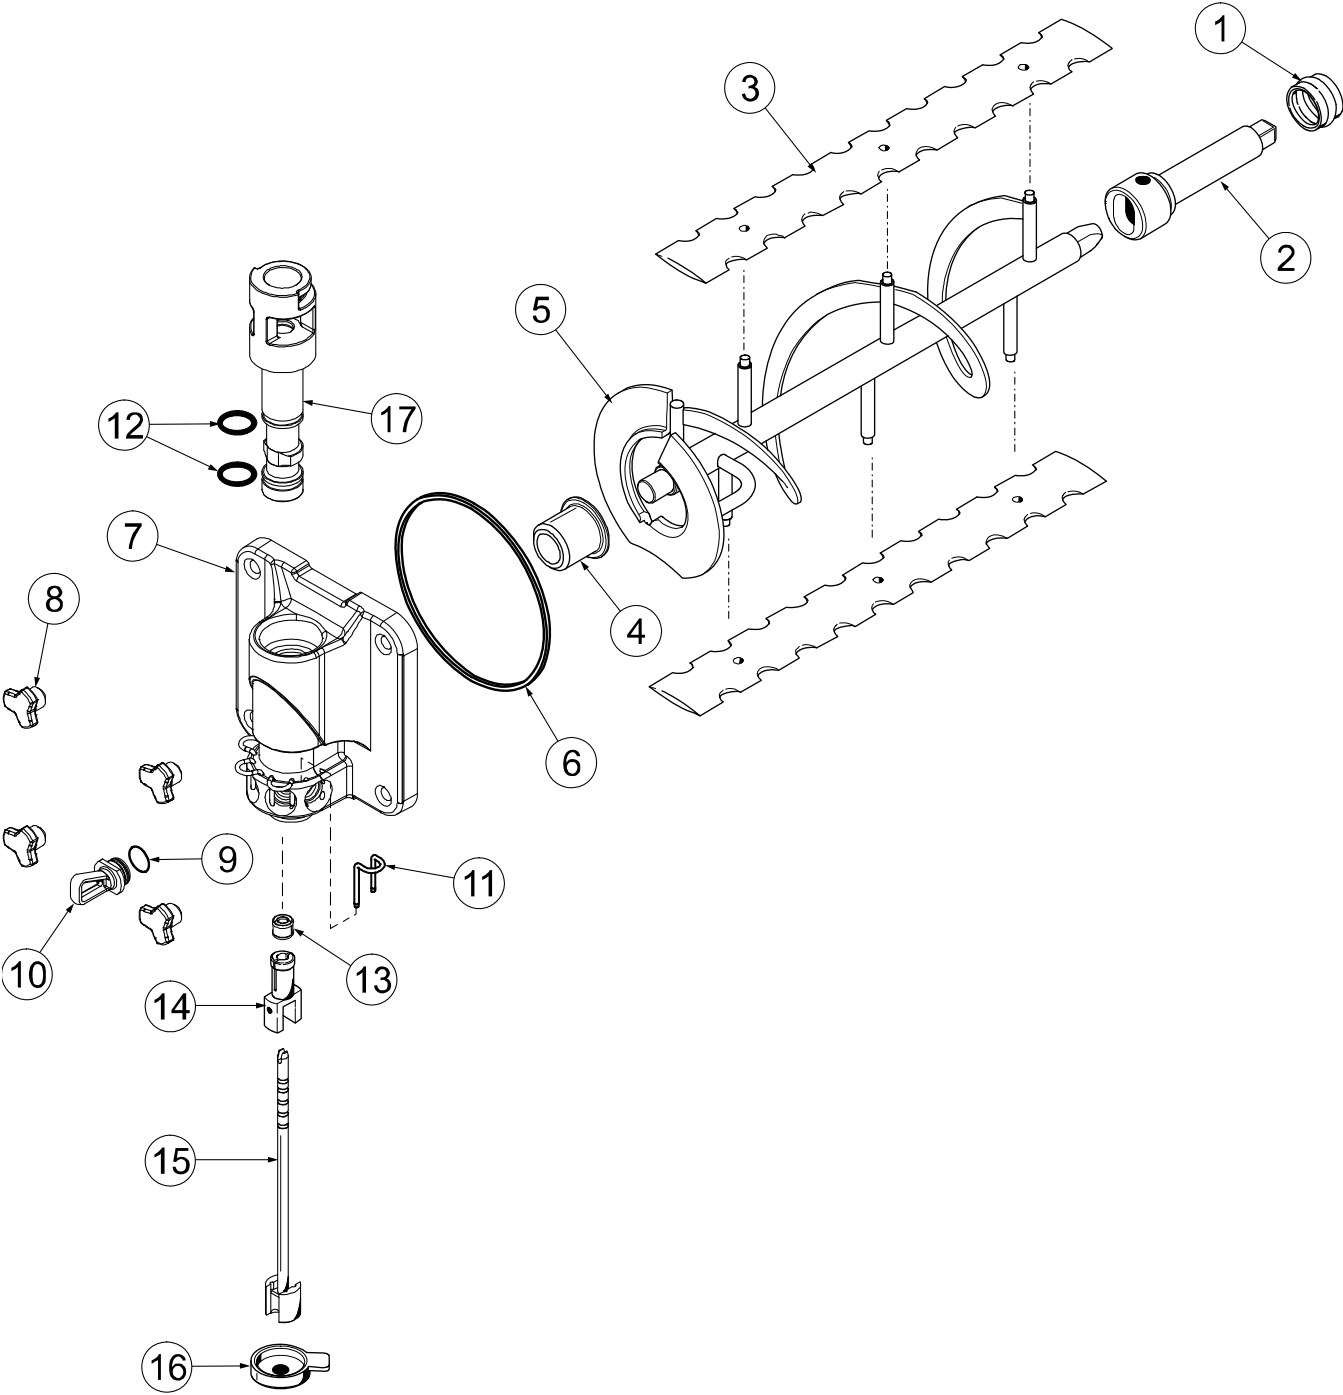

Figura 11
**Conjunto da porta do batedor – Lado do shake (Veja a Figura 11)**